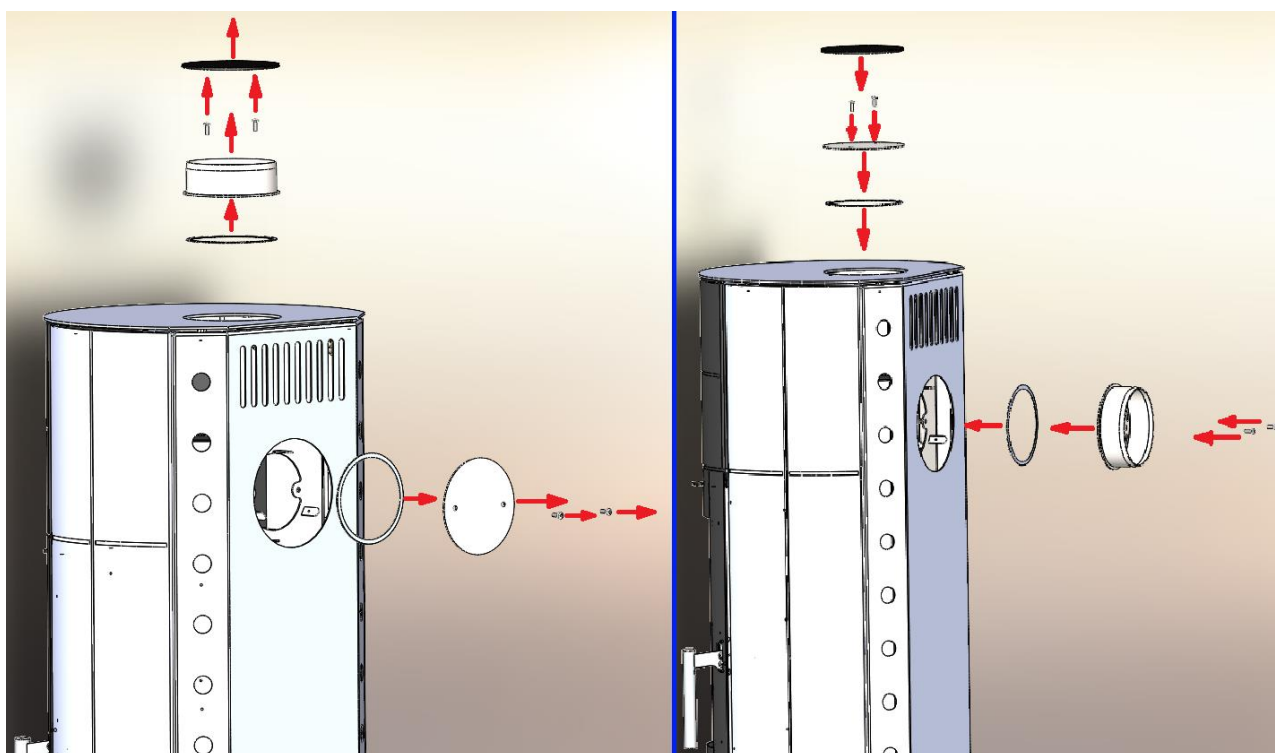

Figura 2 Sostituzione del raccordo del tubo di scarico e del coperchio del tubo di scarico
3. Figura 2 Sostituzione del raccordo del tubo di scarico e del coperchio del tubo di scarico	Pagina 5